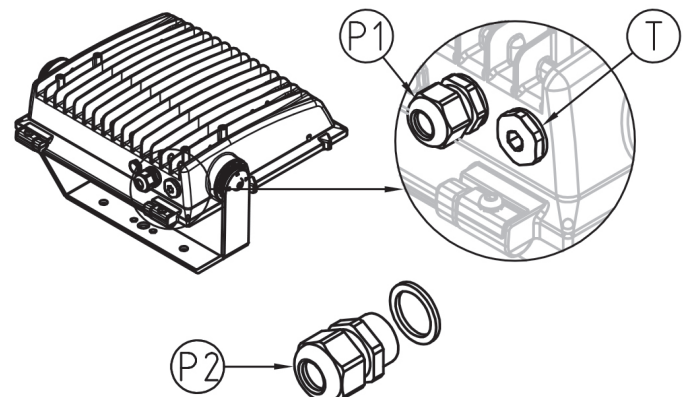

FIG. 16 NEXT 2 1-10V electrical wiring CL.1
- **NEXT 2 Elektrischer anschluss 1-10V CL. I** (siehe **Abbildung 16**);